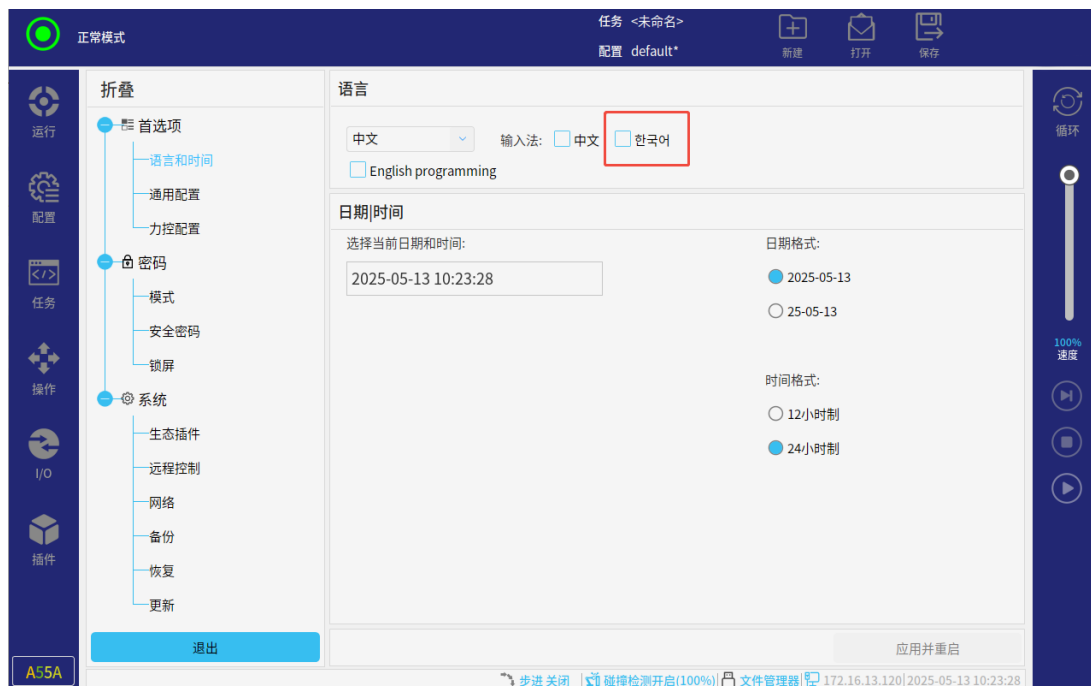

图 3-13: 韩语输入法
c. 当前支持的输入法有：中文、英语、韩语。勾选“韩语”选项（见图 3-13），则可在所有界面使用韩语输入法。